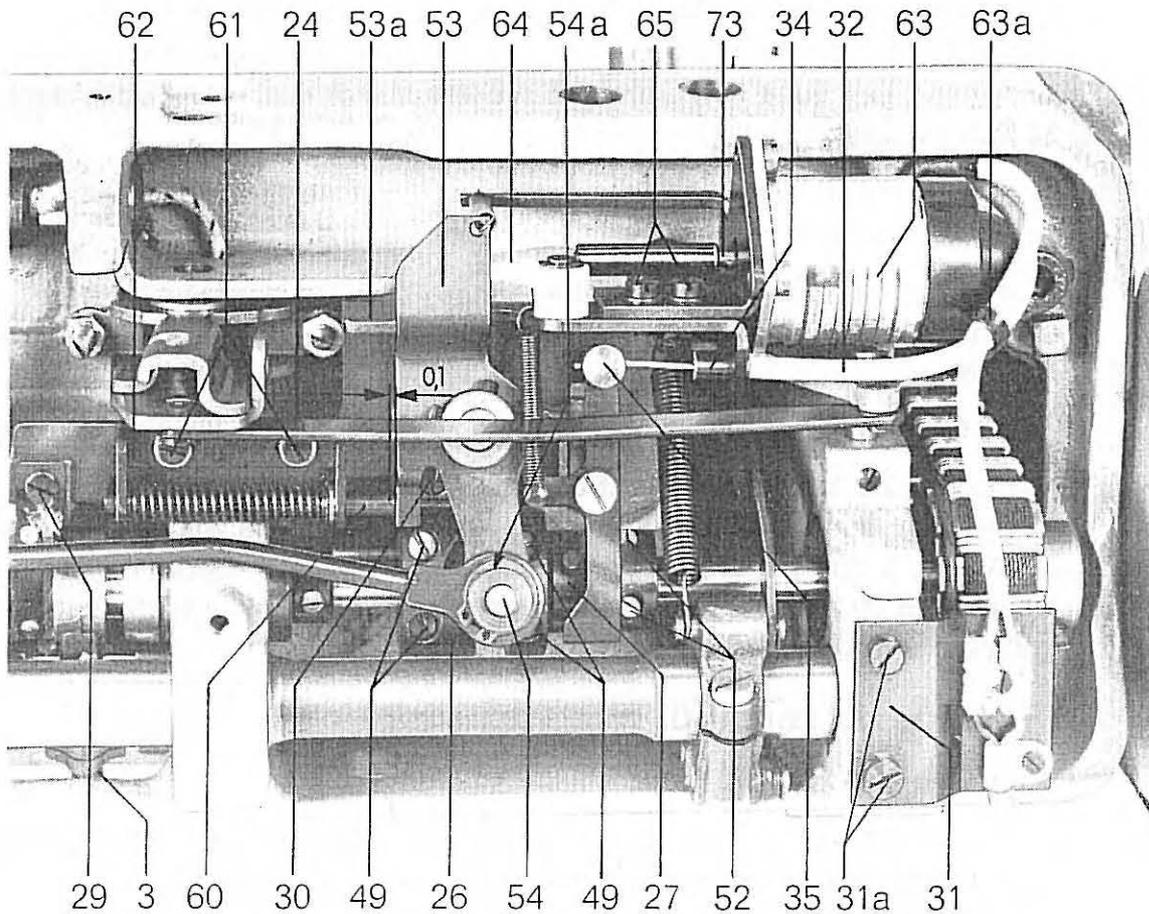
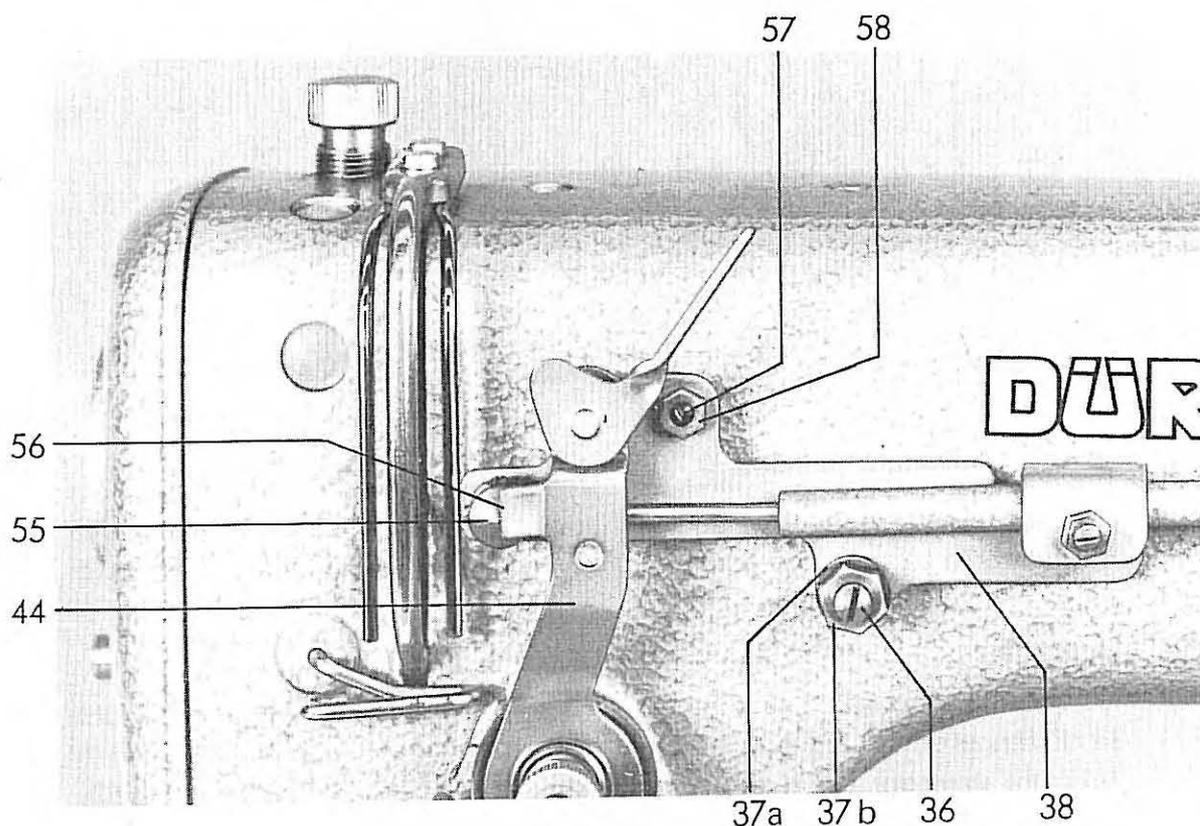

Fig. 56
Fig. 57
Le moment du mouvement de couteau est déterminé par la position de la came de commande 26 (fig. 56) sur l'arbre inférieur.
Dans les machines de la classe 211, le réglage précité du moment du mouvement de couteau concerne seulement les machines avec la came de commande 26 (fig. 56) spécialement marquée.
Le moment du mouvement du couteau étant réglé comme décrit ci-dessus, le crochet, qui a été démonté, peut être simplement réglé dans la position de la levée de boucle en amenant le boulon 54 (fig. 56) dans le trou d'ajustage de la came de commande 26 et en posant, dans cette position, la pointe du crochet contre le milieu d'aiguille ou 5 mm avant le milieu d'aiguille.
La pointe de la pince 55 (fig. 57) doit s'aligner en position de repos avec le bord avant de la plaquette de déclenchement 44. A cet effet, introduire le câble 32 (fig. 56) assez profondément dans le pince 35.
En tournant la vis 57 (fig. 57), régler la distance entre la pince 55 et la plaquette de déclenchement 44 à environ 0,1 mm (sans enfiler). Serrer l'écrou 58.
67.4. Réglage de la goupille de sécurité 60 (fig. 56)
Lorsque la plaquette de commande 53 s'applique à la butée 53a (fig. 56), la distance entre la plaquette 53 et la goupille de sécurité 60 doit être de 0,1 mm environ. Ce réglage peut être obtenu par l'ajustage du guide-goupille 62 après avoir desserré les vis de fixation 61.
Pousser le boulon 54 (fig. 56) dans le chemin de la came jusqu'à la butée. Si l'on pousse maintenant à la main le poussoir 73 de l'aimant 63 par le capuchon en caoutchouc vers la gauche jusqu'à la butée, il doit alors déplacer l'équerre d'actionnement 64 vers la gauche de telle sorte que ce dernier se pose à la plaquette de commande. Desserrer à cet effet les vis de fixation 65 du porte-aimant et régler ce dernier selon besoin.